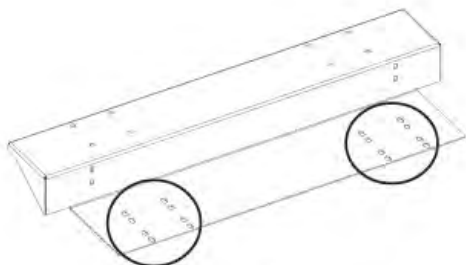

Bild 2
4. Med hårdvaran som togs bort i steg 3, och hjulens monteringshål i enhetens botten, fästet till de utanpåstående hjulen på enhetens botten tillsammans med staplingsdistansen, om sådan finns. (Staplingsdistansen ska sitta på enhetens kundside.) Använd sedan skruvar i storlek 8, 1/4-20 x 1 in. (från steg 1) och skruva fast hjulfästena på båda sidor av enheten. Bild 2 & 3.
Fästena kan användas på endera sida, därför finns 16 monteringshål i fästet såsom visas på bild 2.